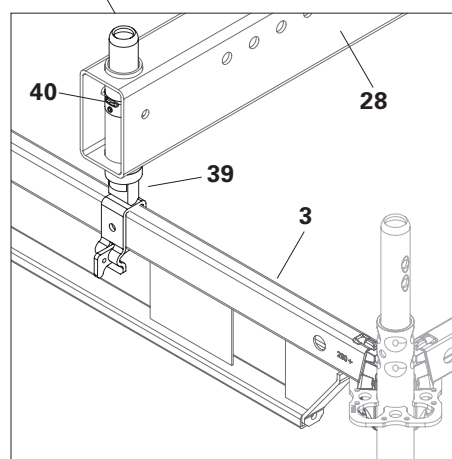

Fig. A8.02b
4. Fissare il corrente (**28**) e il perno UH-2 (**39**) con il perno di bloccaggio (**40**). (Fig. A8.02b)